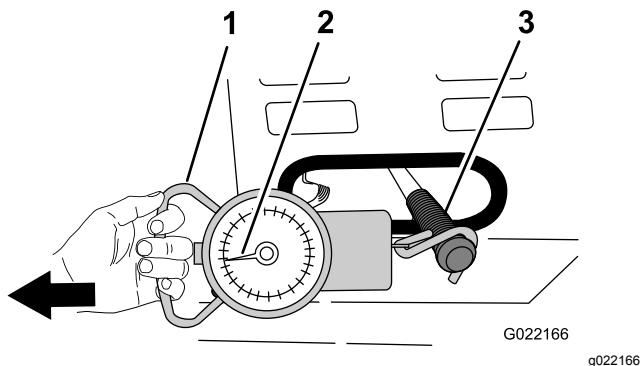

Figura 68
4. Conecte una balanza de muelle con rango de 15–30 kg (35–55 libras) a la empuñadura de la palanca del embrague (Figura 68).
5. Usando la balanza de muelle, tire de la palanca del embrague a la posición de ENGRANADO, según se muestra en Figura 68.
6. Observe la balanza de muelle mientras tira para ver la presión más alta alcanzada al pasar la palanca del embrague de la posición de DESENGRANADO a la posición de ENGRANADO (Figura 68).